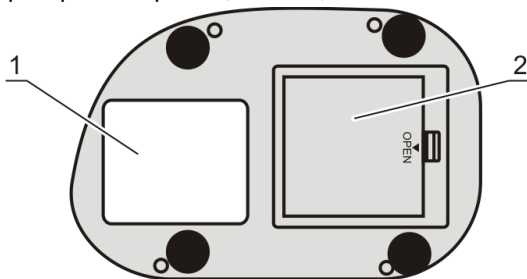

Рисунок 1. Вид снизу
- Установка батареек в **DEN-1B**. Оттяните фиксатор на крышке держателя батареек (рис. 1/2), разместите батарейки по схеме в держателе. Закройте держатель.
- 4.4. **Заводская калибровка.** Прибор откалиброван изготовителем для работы со стеклянными пробирками с внешним диаметром 16 мм (см. наклейку на основании прибора, рис. 1/1) при температурах от +15 °С до +25 °С и сохраняет данные калибровки при выключении.
- 6.1. Прибор откалиброван изготовителем для работы со стеклянными пробирками с внешним диаметром 16 мм (см. наклейку на основании прибора, рис. 1/1) при температурах от +15 °С до +25 °С и сохраняет данные калибровки при выключении. Для использования другого типа пробирок необходимо провести отдельную калибровку, как указано ниже.